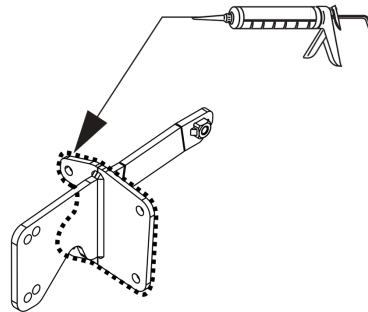

Fig. 3
7. Герметизировать обозначенные части (см. рис. 3)